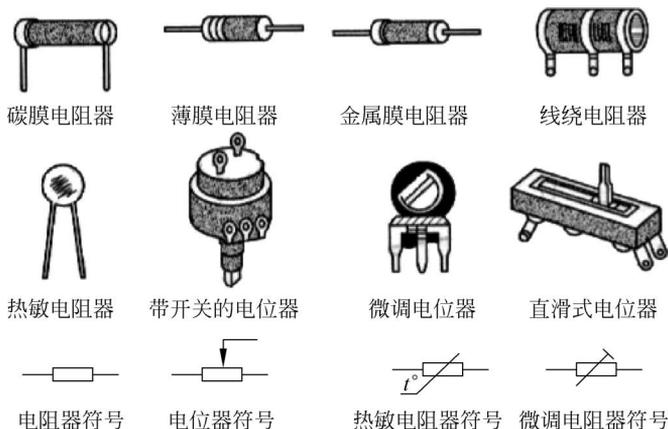

图 3-1 常见的电阻
(1) 电阻。电阻是最常见的电子元件之一，如图 3-1 所示。